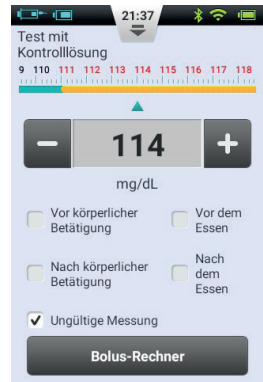

Abbildung 102
2. Wenn genügend Kontrolllösung aufgetragen wurde, zählt der Bildschirm 5 Sekunden herunter und zeigt dann das Testergebnis wie in Abbildung 102 an. Das Ergebnis wird in der oberen Bildschirmhälfte angezeigt. Wenn das Ergebnis in den auf der Teststreifenverpackung angegebenen Bereich fällt (normalerweise CTRL1), funktioniert das Gerät ordnungsgemäß.